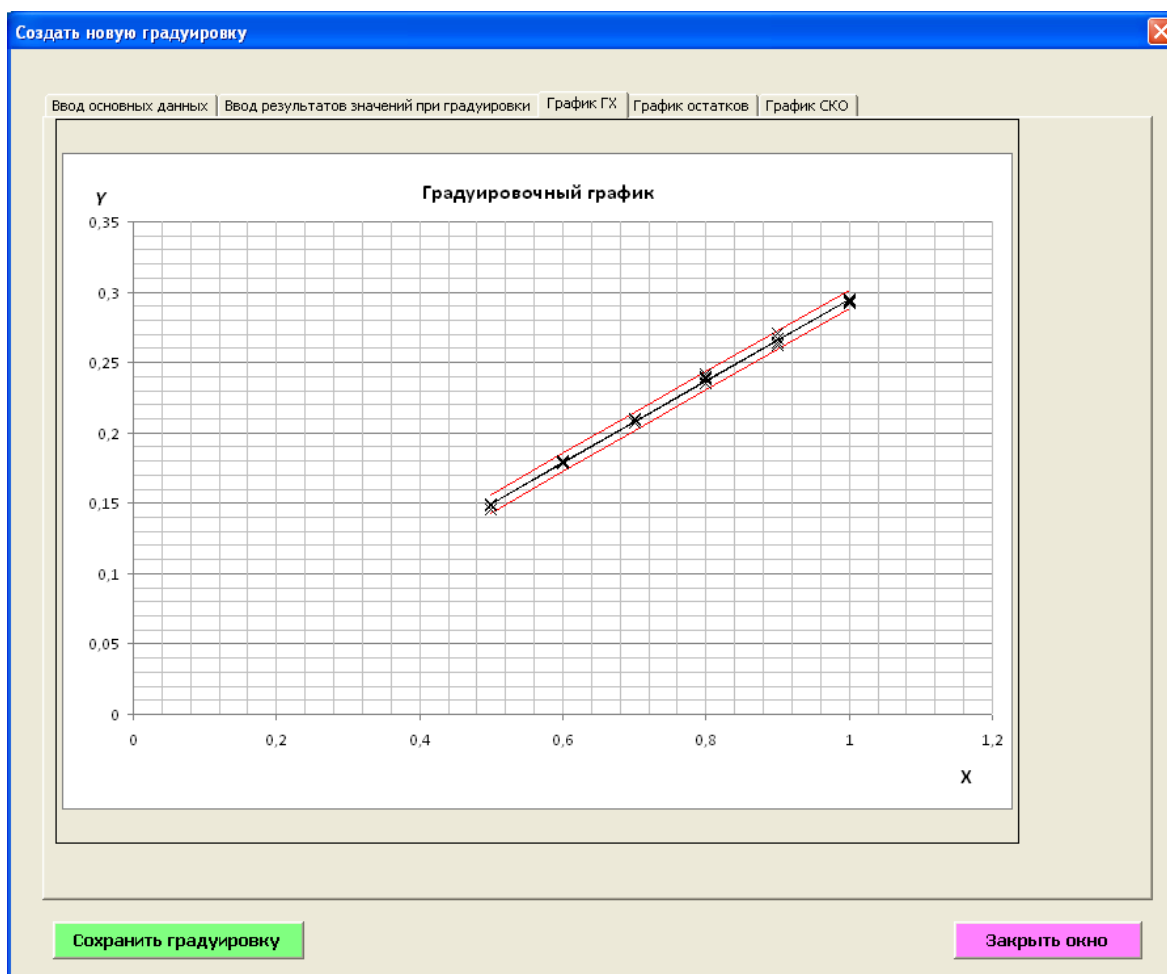

Рисунок 5
- 3.3.8. На вкладках «График ГХ», «График остатков» «График СКО», можно посмотреть соответствующие графики, рисунок 5,6.